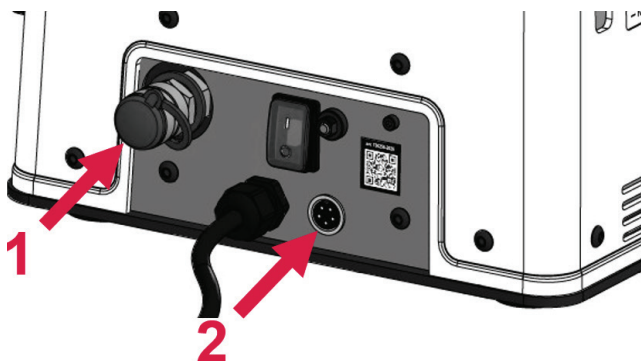

Fig. 4: Raccords de la pompe électrohydraulique AHP-S
- Raccordez le flexible hydraulique au raccord rapide (Fig. 4, pos. 1) de la pompe électrohydraulique.
- Branchez la télécommande fournie à la prise à 5 broches (Fig. 4, pos. 2). En option, la commande peut s'effectuer à l'aide d'une pédale (voir la section 3.7 « Accessoires disponibles »).